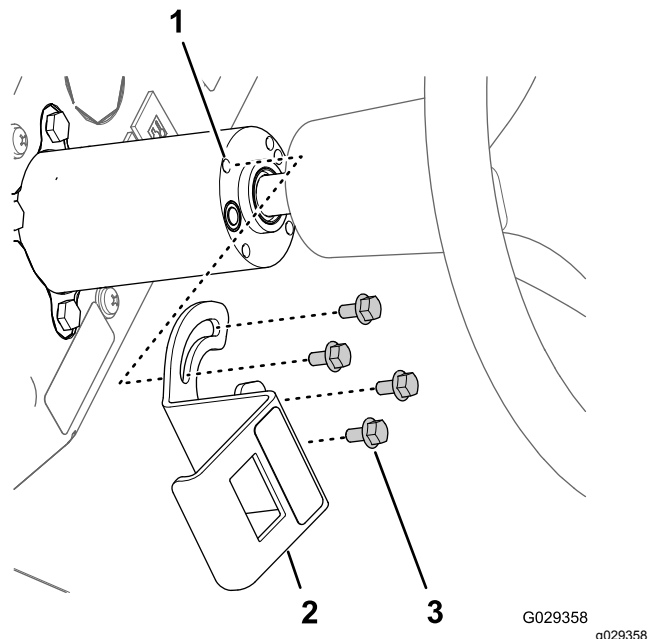

Figura 208
1. Alinee las ranuras en el soporte de montaje del interruptor de control de espuma con los 4 insertos roscados en el árbol de la dirección (Figura 208).
3. Alinee el conector de 8 tomas a través de la abertura en el soporte y conéctelo a las clavijas (Figura 208) en la parte posterior del interruptor de parada de 3 posiciones (interruptor de control de espuma).